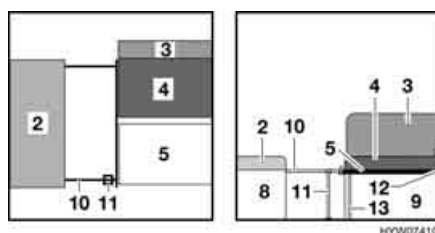

Fig. 110 Durante la trasformazione
- Estrarre il puntello (Fig. 110,11) dal supporto del divano.
- Estrarre la prolunga del cassone letto (Fig. 110,10) del divano fino all'arresto.
- Posizionare il puntello (Fig. 110,11), posizionato sul lato dove la prolunga del cassone letto non poggia sui sedili centrali, sotto la prolunga del cassone letto.
- Riposizionare il cuscino del divano (Fig. 110,2) sul divano.